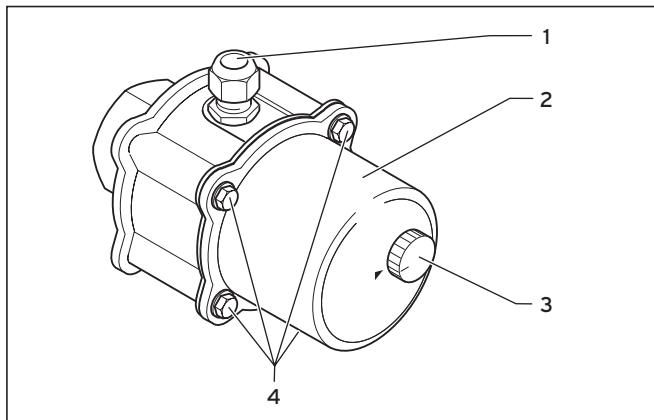
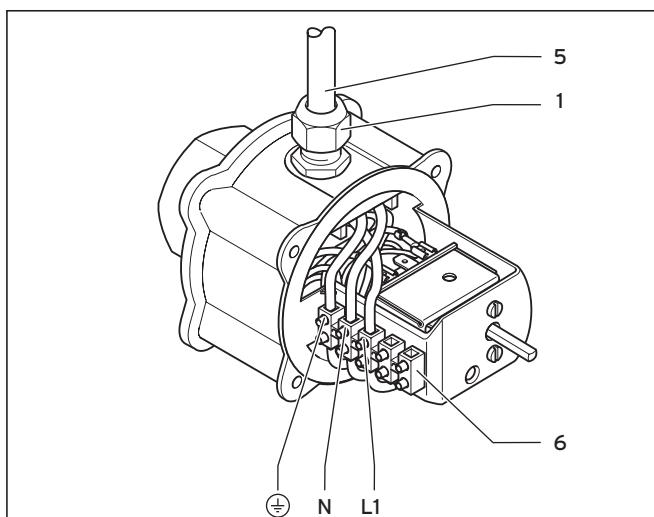
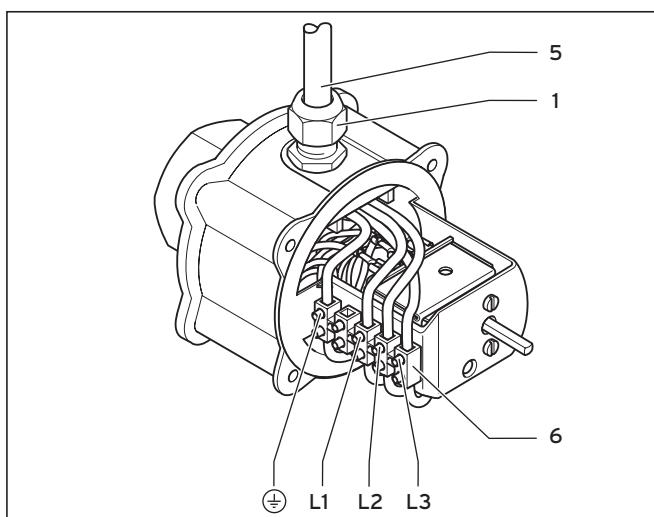

Fig. 6.1 Installation af elvarmestav
Fig. 6.2 El-installation 230 V-elvarmestav
Fig. 6.3 El-installation 400 V-elvarmestav
Gå frem på følgende måde (se fig. 6.1 til fig. 6.3):
- Træk indstillingsknappen (3) af.
- Løsn de 4 sekskantskruer (4).
- Træk husdækslet (2) af.
- Fastgør kablet (5) med PG-forskruning (1). Afisolér i den forbindelse kablet tilstrækkeligt. Før kablet gennem PG-forskruning (1) som vist i fig. 6.2 eller 6.3. Spænd PG-forskruning fast.
- Skru kablet fast på klemmerækken (6) alt efter typen som vist i fig. 6.2 (230 V) eller fig. 6.3 (400 V).
- Sæt husdækslet (2) på, og fastgør det med de 4 sekskantskruer (4).
- Sæt indstillingsknappen (3) på.
- Træk indstillingsknappen (3, fig. 6.1) af.
- Løsn de 4 sekskantskruer (4, fig. 6.1).
- Træk husdækslet (2, fig. 6.1) af.
- Tryk sikkerhedstemperaturbegrænseren (7) ind.